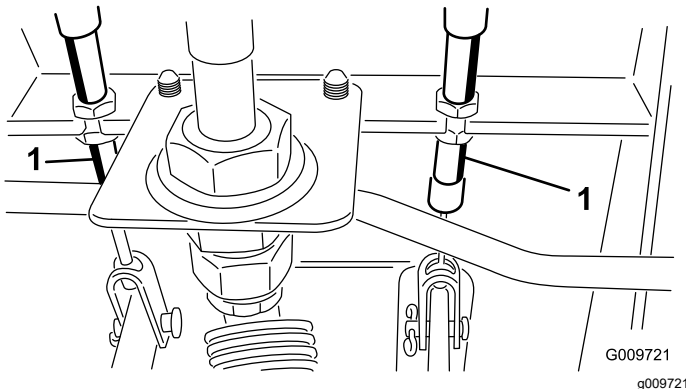

Figura 81
- A. Afloje la tuerca delantera del extremo roscado del cable de freno (Figura 81).